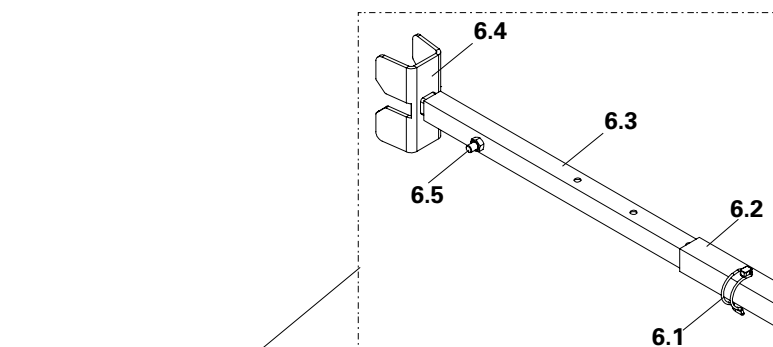

Fig. A3.05a
- Assicurare la coppiglia (6.1). (Fig. A3.05a)